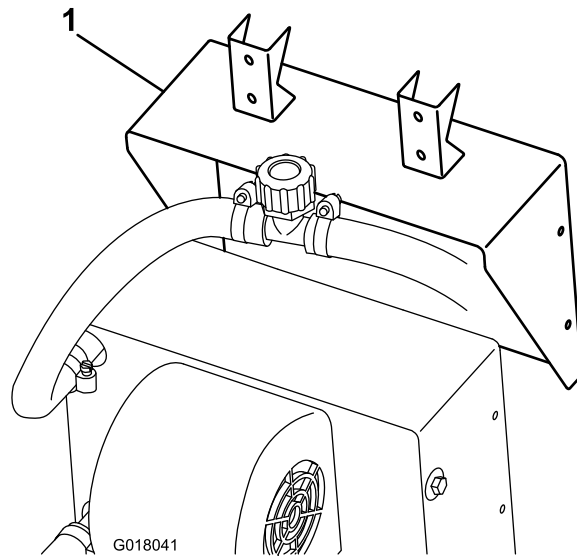

Figura 22
2. Fixe o suporte do aquecedor ao aquecedor utilizando os parafusos fornecidos com o aquecedor (Figura 22).